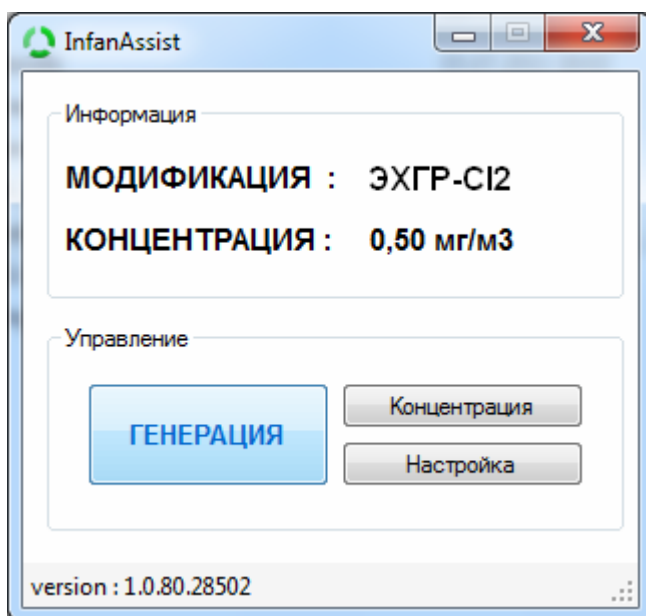
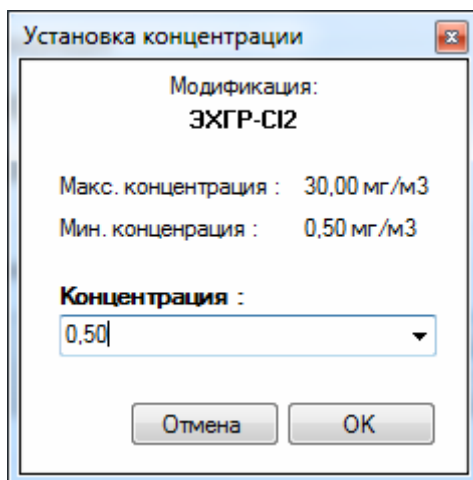
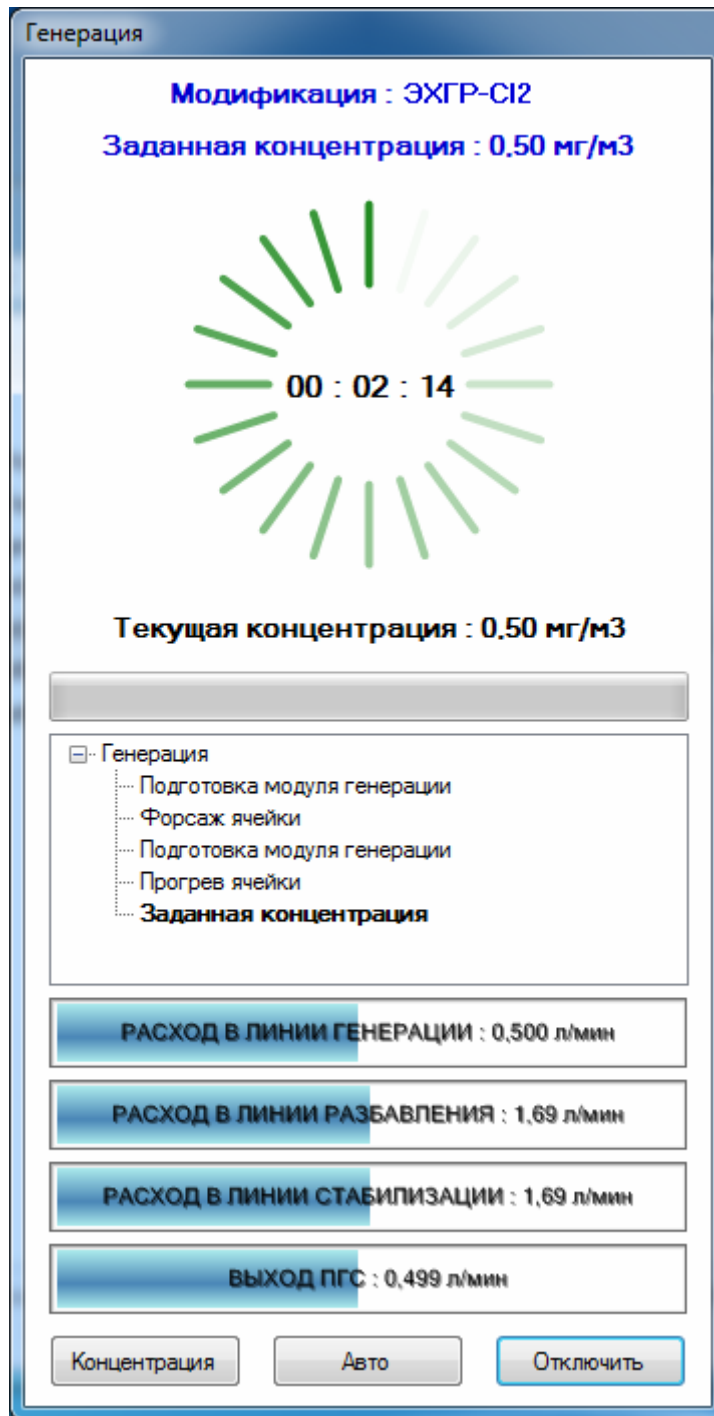
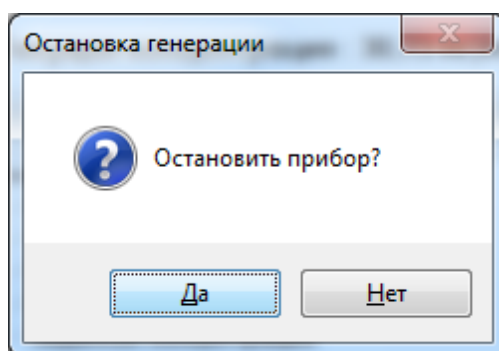

Рисунок 3 Главное окно программы
Рисунок 5 Установка концентрации
Рисунок 8 Окно режима генерации
Рисунок 13 Диалоговое окно остановки генератора
2.4.2 Запустить программу управления генератором. Для запуска программы необходимо запустить иконку на рабочем столе Windows «InfanAssist C12», либо иконку в главном меню Windows «Пуск → Программы → InformAnalytica → ИНФАН → InfanAssist C12». После запуска «Infan Assist» на экране монитора появится главное меню управления программой. Главное меню программы представлено на рис. 3.
Для запуска прибора необходимо указать концентрацию хлора для генерации, вызвав окно выбора концентрации нажатием кнопки «Концентрация» в главном окне программы (см. рис. 3). Окно выбора концентрации представлено на рис. 5.
2.4.7.1 Окно режима генерации программы предназначено для отображения текущего состояния, концентрации и непосредственного управления генератором (рис. 8).
Изменение заданной концентрации осуществляется нажатием кнопки «Концентрация» в нижней части окна режима генерации (см. рис. 8) и соответствует порядку действий в п.2.2. После подтверждения изменения концентрации (см. рис. 5) :
Окно настройки автоматического режима вызывается нажатием кнопки «Авто» в окне режима генерации (см. рис. 8). Окно настройки автоматического режима разделено на три группы: «Шаги автопереключения», «Алгоритм автопереключения», «Цикл автопереключения» (рис. 9).
Программа перейдет в режим управления автогенерацией. Далее откроется окно режима генерации (см. рис. 8), в котором список заданий прибора будет заполнен в соответствии с установленным алгоритмом автопереключения. Шаги автогенерации будут выполняться автоматически.
Остановка генерации осуществляется нажатием кнопки «Отключить» в окне режима генерации (см. рис. 8) — в появившемся диалоговом окне с вопросом «Остановить прибор?» (рис. 13) об отключении прибора нажмите кнопку «Да» для остановки генератора, либо нажмите кнопку «Нет» для отключения только программы.